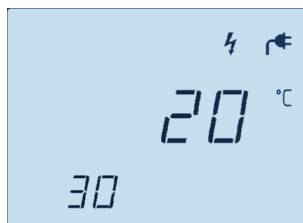

Рисунок 15. Цифровой индикатор Устройства, отображающий температуру и влажность
ВЛАЖНОСТЬ: Если к Устройству подключены парогенератор и датчик влажности, то нажатие кнопки ВЛАЖНОСТЬ (8) включит парогенератор и отобразит символ ⚡ в верхней строке цифрового индикатора, а в нижней строке будет мигать текущее значение влажности (в %, рис. 15). Нажатиями кнопок « – » и « + » задать желаемое значение влажности в помещении сауны (по умолчанию 30 %).